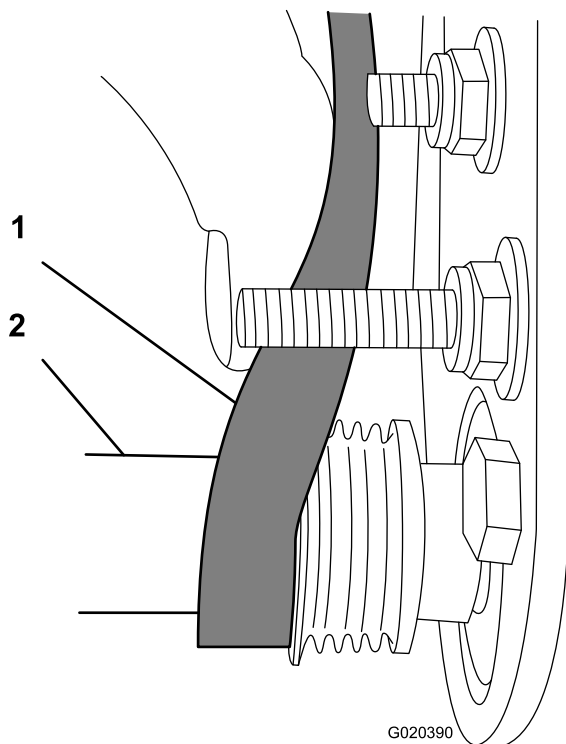

Рисунок 14
- Начните надевать ремень на **ведомый** шкив (Рисунок 14).
- Используйте глубокую головку на 9/16 дюйма для вращения щетки в сборе и установки ремня на ведомый шкив (Рисунок 14).